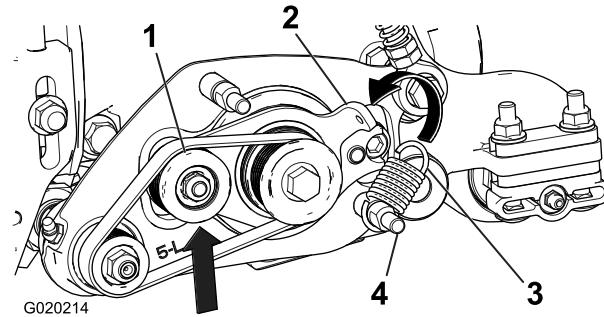

Figura 13
29. Enganche el muelle tensor alrededor de la ranura del espárrago inferior de la chapa del acondicionador, presione hacia arriba sobre la polea tensora, y enganche el extremo libre del muelle en el taladro de la pestaña de la placa tensora (Figura 13). Asegúrese de orientar el extremo abierto del gancho del muelle hacia la polea motriz.